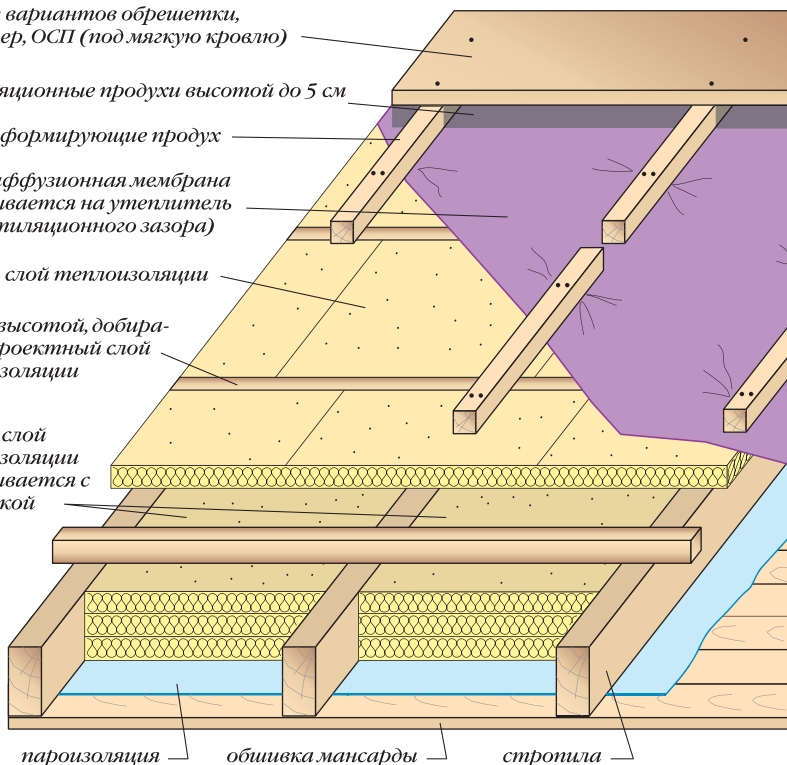

Рис. 15. Теплоизоляция минераловатными плитами в межстропильном пространстве и над стропилами
2. Полное утепление крыши (рис. 15).
ме, он будет конденсироваться на нижней поверхности пленки с малой паропроницаемостью и в холодный период года превращаться в изморось, еще более снижая паропроницаемость пленки. Использование супердиффузионной мембраны (рис. 15, 16) лишает нас необходимости делать продух под мембраной. Она укладывается прямо на утеплитель, защищая его от продувания и отводя из утеплителя водяной пар. В бюджетном варианте утепления крыши можно не делать второй слой утепления, а заполнить теплоизоляцией все пространство между стропилами и накрыть ее супердиффузионной мембраной. Однако в этом случае наличие «мостиков холода» от неплотного примыкания утеплителя к стропилам не исключается.